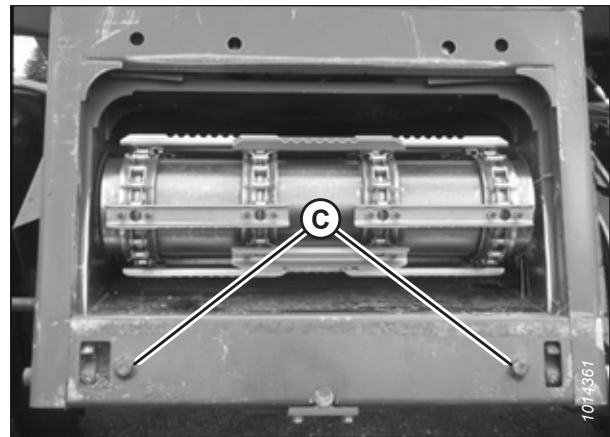

Figure 5.13: Goupilles d'alignement AGCO Group
4. Rapprochez lentement la plateforme jusqu'à ce que le convoyeur soit directement sous la traverse supérieure (A) du module de flottement. Assurez-vous que les chevilles d'alignement (C) (voir la figure 5.13, page 60) du convoyeur sont alignées avec les trous (B) dans le châssis du module de flottement.